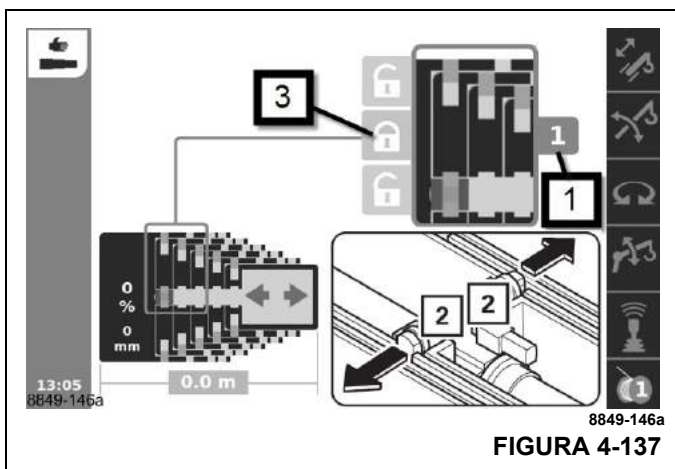

FIGURA 4-137
- Telescopice hasta la longitud fija deseada, por ejemplo, sección telescópica (1, Figura 4-137) 1 a 100 %.